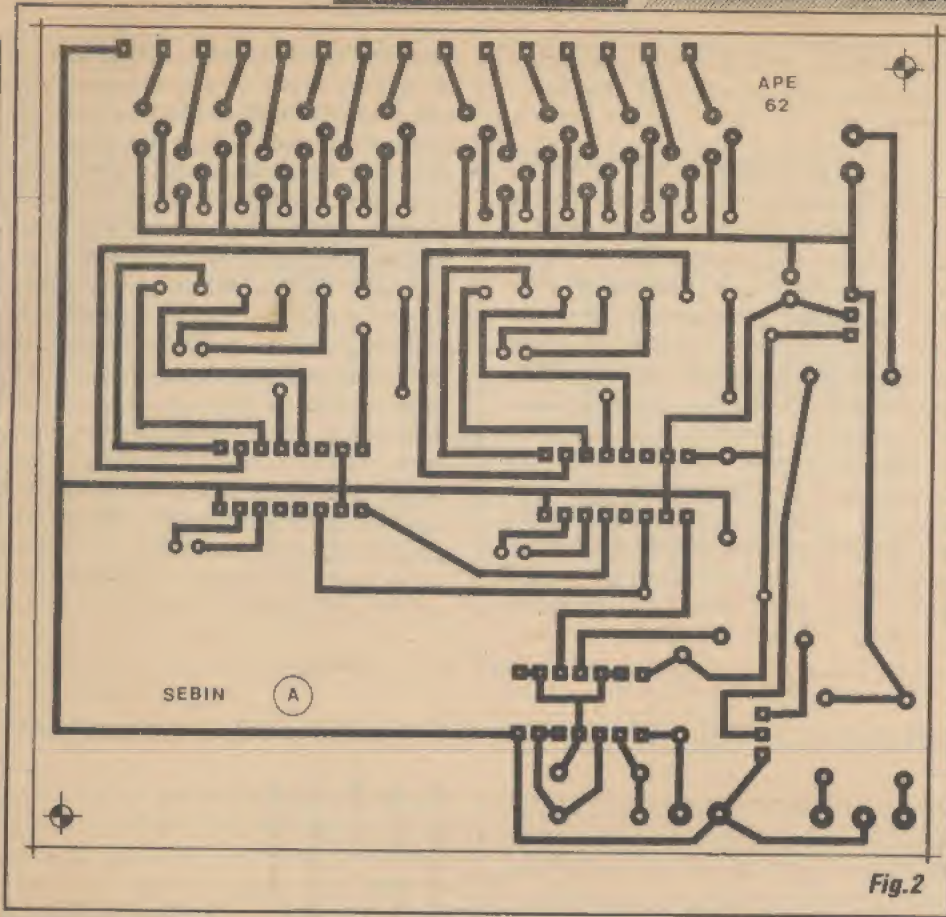

Fig. 2
- FIG. 2 - LAY OUT DO CIRCUITO IMPRESSO ESPECÍFICO (PLACA PRINCIPAL DO CIRCUITO - A) - Embora inevitavelmente um pouco grande, devido às estruturas repetitivas dos drivers transistorizados de controle dos displays, o padrão cobreado da placa (vista em tamanho natural, na figura...) é simples, graças à presença ativa dos integrados (que muito sintetizam o circuito...). O arranjo não chega a ser congestionado, bastando ao leitor/hobbysta a velha dose de cuidado e atenção, para levar a bom termo a traçagem, corrosão, furação e demais etapas de confecção do impresso... Aconselhamos respeitar cuidadosamente o alinhamento e as posições da fileira de ilhas/furos (15, ao todo...) situadas numa das bordas maiores da placa, espaçadas a 2/10", e que deverão casar, mecânica e eletricamente com barra correspondente, na outra placa (a dos displays, que veremos em seguida...) para perfeita interconexão... Na elaboração e na utilização das duas placas (A e B), o leitor/hobbysta deve valer-se de todas as dicas e orientações contidas no permanente encarte INSTRUÇÕES GERAIS PARA AS MONTAGENS...